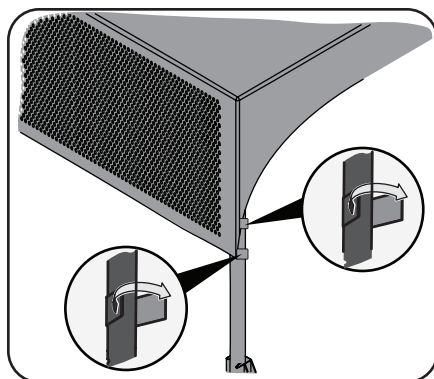

Figura 3-14
4. Ajuste las tiras del velcro para asegurar la sombrilla a la estructura tal como se muestra en la Figura 3-14.